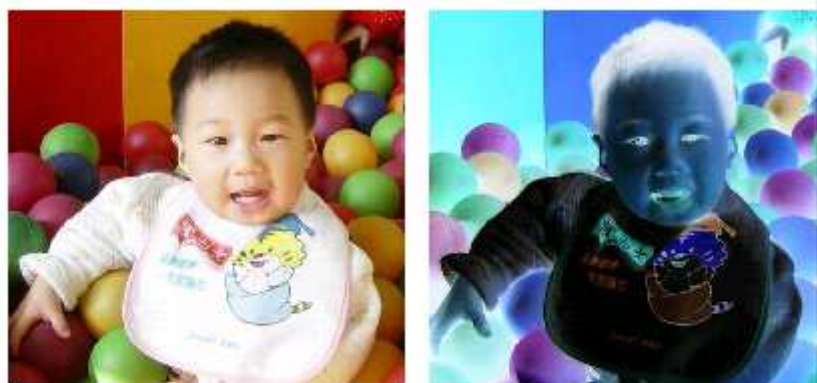

Рис. 4-53. Эффект негатива (слева - оригинал).
**Инверсия:** получение негатива фотографии (Рис. 4-53)